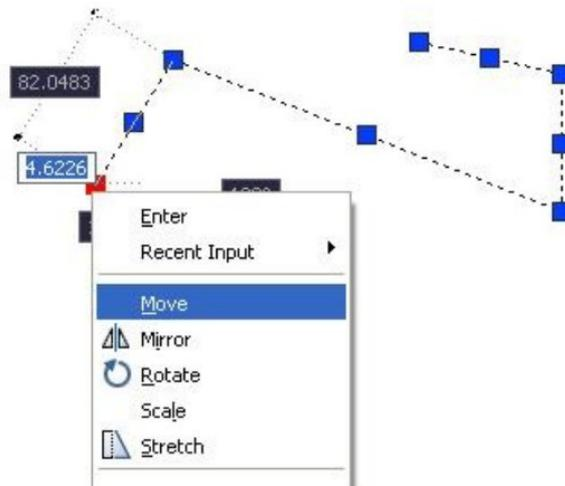

Figura 7.8 - Objetos selecionados mostrando os GRIPS.
4. Selecione apenas o *GRIP* indicado na figura anterior acima. Pressione agora o botão direito do mouse. Aparecerá, na área de trabalho, uma janela para seleção de comandos (figura 7.8). Escolha a opção *MOVE*.